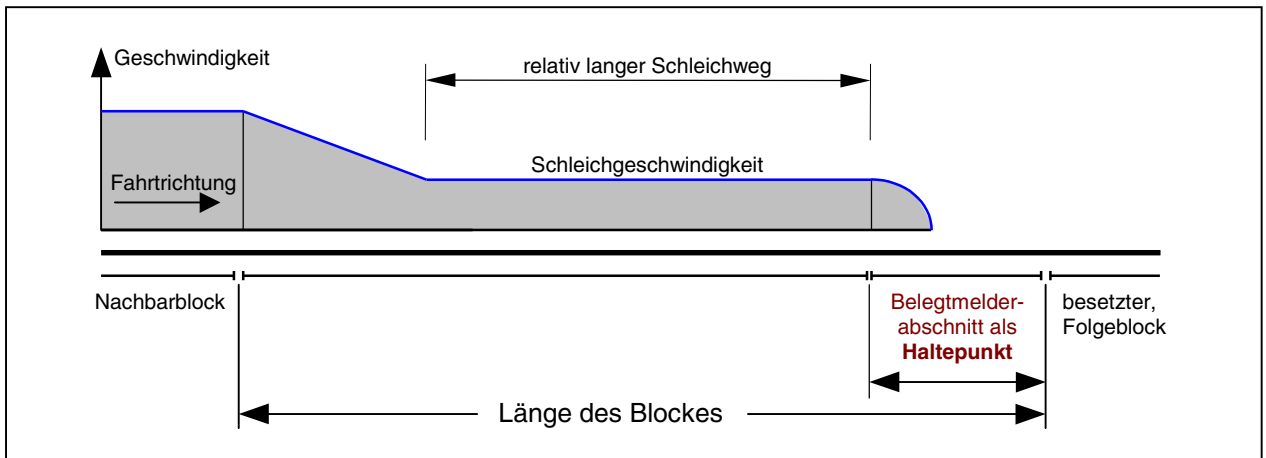
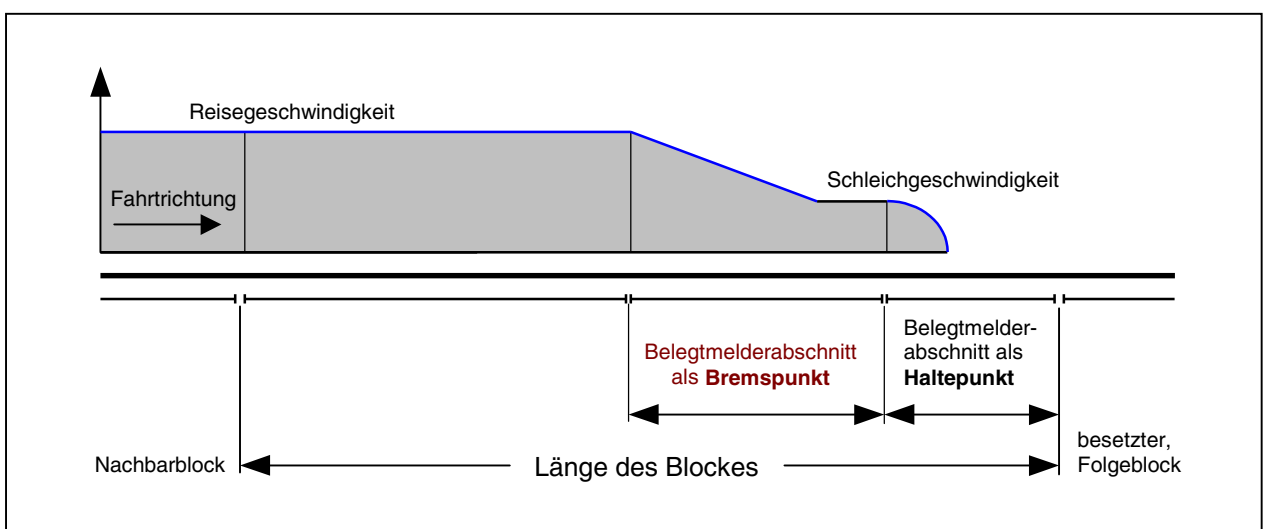

Bild 21.3 Geschwindigkeitsverlauf bei Anordnung eines Haltepunkts
Bild 21.4 Geschwindigkeitsverlauf bei Anordnung eines Bremspunkts und eines Haltepunkts
In Bild 21.3 ist der Geschwindigkeitsverlauf nach Einbau eines Haltepunkts dargestellt. Der Zug wird zwar wieder unmittelbar nach Erreichen der Blockgrenze abgebremst, jedoch nur noch bis zu der am Fahrregler eingestellten **Schleichgeschwindigkeit**. Mit dieser Schleichgeschwindigkeit "tastet" er sich innerhalb des Blocks solange vor, bis von dem angegebenen Haltepunkt eine Belegtmeldung kommt. Erst jetzt erfolgt das endgültige Anhalten. Die Stoppstelle ergibt sich dann aus der am Fahrregler eingestellten Bremscharakteristik im Haltepunkt und dem Ausrollverhalten des Lokomotors (Schwungmasse, bzw. gedämpftes Versinken der Fahrspannung). Der Geschwindigkeitsverlauf ist daher als Kurve angedeutet.
**Bei langen Blöcken** ist dieser Geschwindigkeitsverlauf sicherheitstechnisch zwar in Ordnung, letztlich aber weder glaubhaft noch zufriedenstellend, da der Zug über eine weite Strecke nur mit der Schleichgeschwindigkeit fährt. In Bild 21.3 beträgt diese Strecke fast die halbe Blocklänge. Die Anordnung eines weiteren Belegtmelderabschnitts innerhalb des Blocks, der dann als Bremspunkt deklariert wird, führt schließlich zu dem in Bild 21.4 gezeigten Geschwindigkeitsverlauf. Das Einsetzen der Bremsung wird nun bis zum Erreichen des Bremspunkts verzögert.